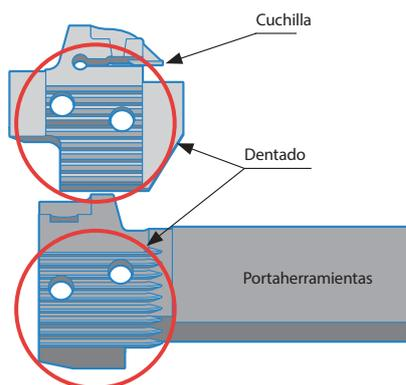

Fig.1
- Utilice aire comprimido u otras medidas para eliminar las virutas y el polvo de la parte dentada. (véase la Fig.1)